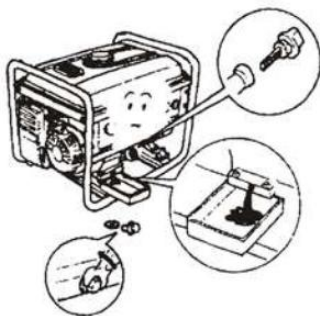

Рис. 40
8.1.1 Відкрутіть і витягніть масляний щуп (Рис. 40).